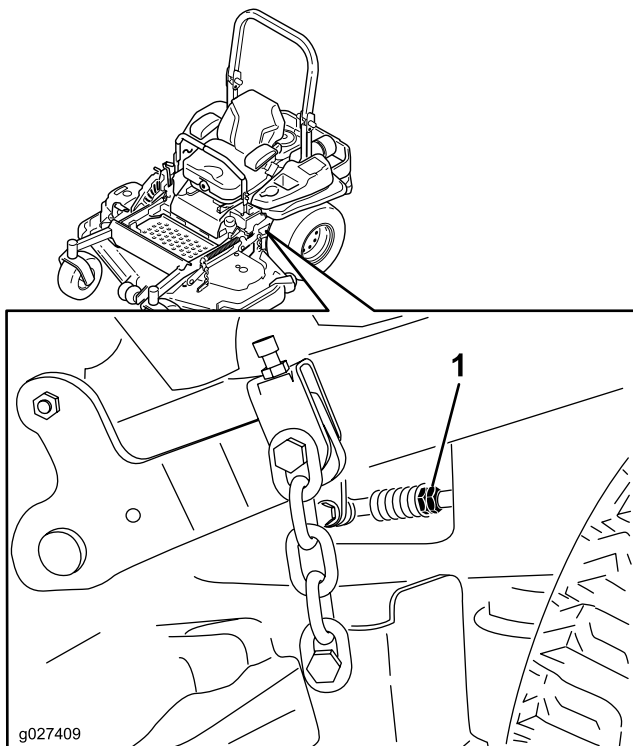

Figura 84
- Ponga las palancas de control de movimiento en la posición de punto muerto. Ajuste la longitud de las varillas de control de las bombas girando las tuercas dobles de la varilla en el sentido apropiado, hasta que las ruedas se muevan ligeramente en marcha atrás (Figura 84). Mueva las palancas de control de movimiento a la posición de marcha atrás y, aplicando una ligera presión a la palanca, deje que los muelles de marcha atrás devuelvan las palancas a punto muerto. Las ruedas deben dejar de girar o moverse muy lentamente en marcha atrás.